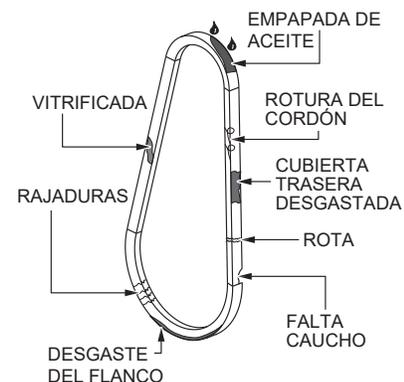

Figura 54. Inspección de la correa trapezoidal
1. Inspeccione la correa trapezoidal (Figura 54) para determinar si está deshilachada, pelada, llena de grietas diminutas, tiene piezas de caucho que faltan o está dañada.
2. Inspeccione la correa trapecial (Figura 54) para determinar si está empapada en aceite o vitrificada (aspecto duro y brillante en los lados de la correa). Cualquiera de estas dos condiciones puede hacer que la correa se recaliente, lo que puede debilitar la correa y aumentar el peligro de que se rompa.